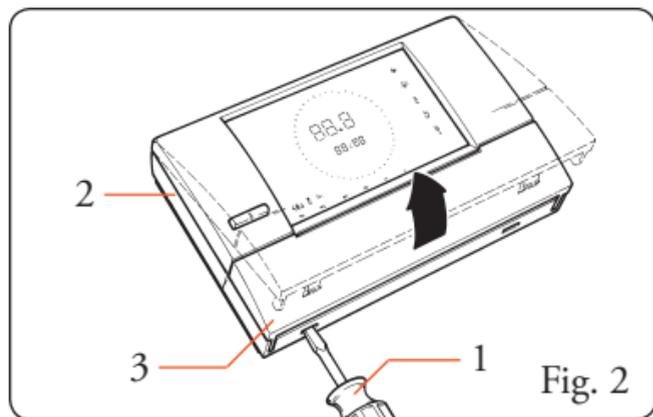
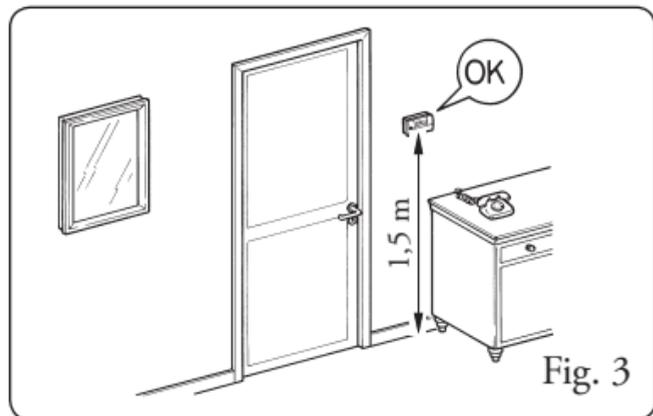

Fig. 2
Fig. 3
- 1) Separare con cacciavite (Fig. 2 pos. 1) la dima di fissaggio (Fig. 2 pos. 2) dal corpo Comando Remoto (Fig. 2 pos. 3). Installare il Comando Remoto lontano da fonti di calore e in posizioni idonee a rilevare correttamente la temperatura ambiente (Fig. 3 e 4).